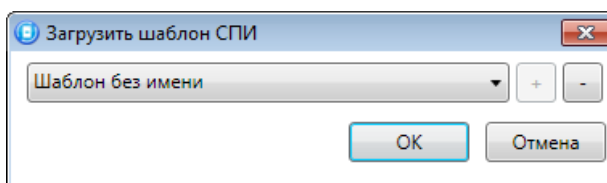

Рисунок 13.4 — Окно *Загрузить шаблон УОО*
- *Загрузить шаблон настроек*: открытие окна *Загрузить шаблон УОО* (см. рисунок 13.4), с помощью которого можно сконфигурировать контроллер по предварительно созданному шаблону. Для того чтобы применить шаблон, выберите его в списке и нажмите кнопку *ОК*. Для того чтобы удалить один из сохраненных шаблонов, выберите его в списке и нажмите кнопку .